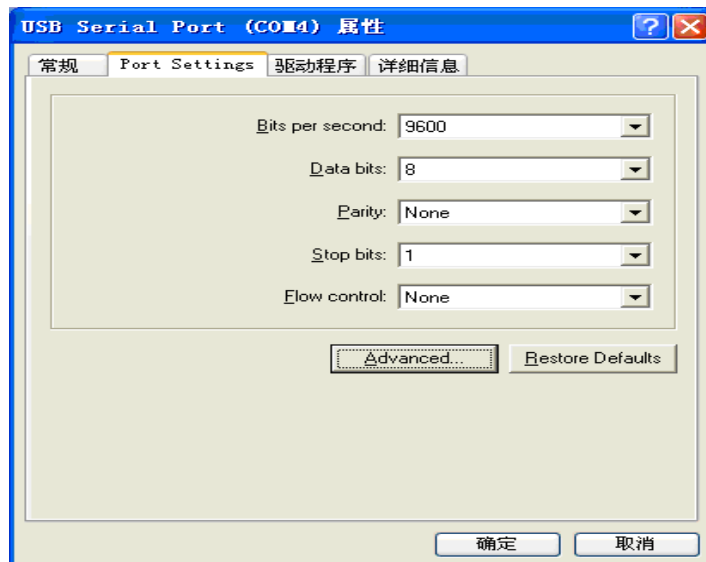

图 3-25
1、双击 USB Serial Port (COM4)，跳出 USB Serial Port (COM4) 属性对话框，单击 Port Settings，显示如图 3-25；